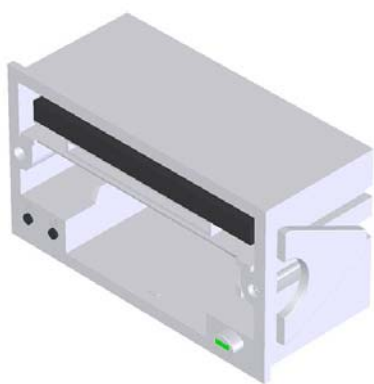
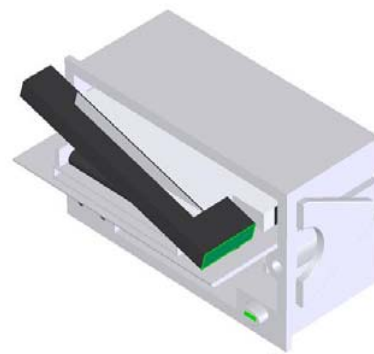

图 2-9
图 2-11
- 2、取下前盖板，将打印头固定板向外拉出，直到色带盒全部露在壳体外面（如图 2-9,2-10）。先抬起色带盒的左端，再抬起色带盒的右端（带旋钮的一端），色带盒即被取下。如图 2-11，2-12